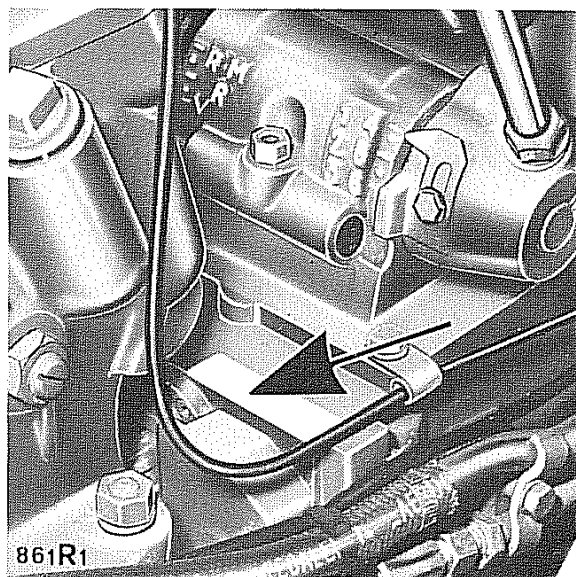

Fig. 111 - Identificazione trattrice Modello, Serie e Numero
N.B. – La sigla del modello, la serie e il numero della trattrice si trovano stampigliati sull'apposita targhetta metallica oppure nel punto indicato dalla freccia in fig. 111.